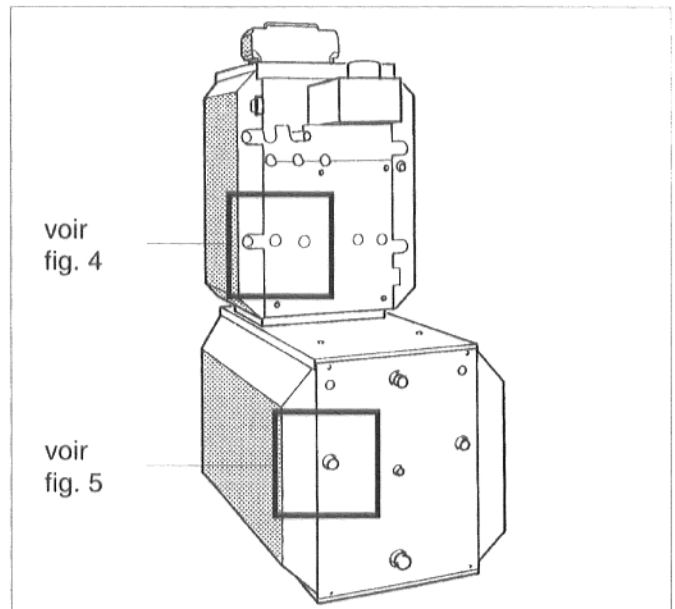

Fig. 3 : vue arrière avant montage
- Retirer le bouchon de protection du retour chaudière / préparateur de la chaudière (fig. 3 et 4).
- Dévisser le bouchon du T (étendue de livraison de la chaudière), placer le joint plat dans l'écrou-raccord du T et visser le T au retour préparateur de la chaudière (fig. 3 et 4).
- Placer le joint plat dans l'écrou-raccord du tuyau en métal ondulé le plus court, mettre le tuyau en métal ondulé en forme et le visser au T (fig. 3 et 4).
- Placer le joint plat dans l'écrou-raccord du coude et le visser le coude au retour préparateur (fig. 3 et 5).
- Placer le joint plat dans le deuxième écrou-raccord du tuyau en métal ondulé et visser le tuyau en métal ondulé au coude (fig. 3 et 5).